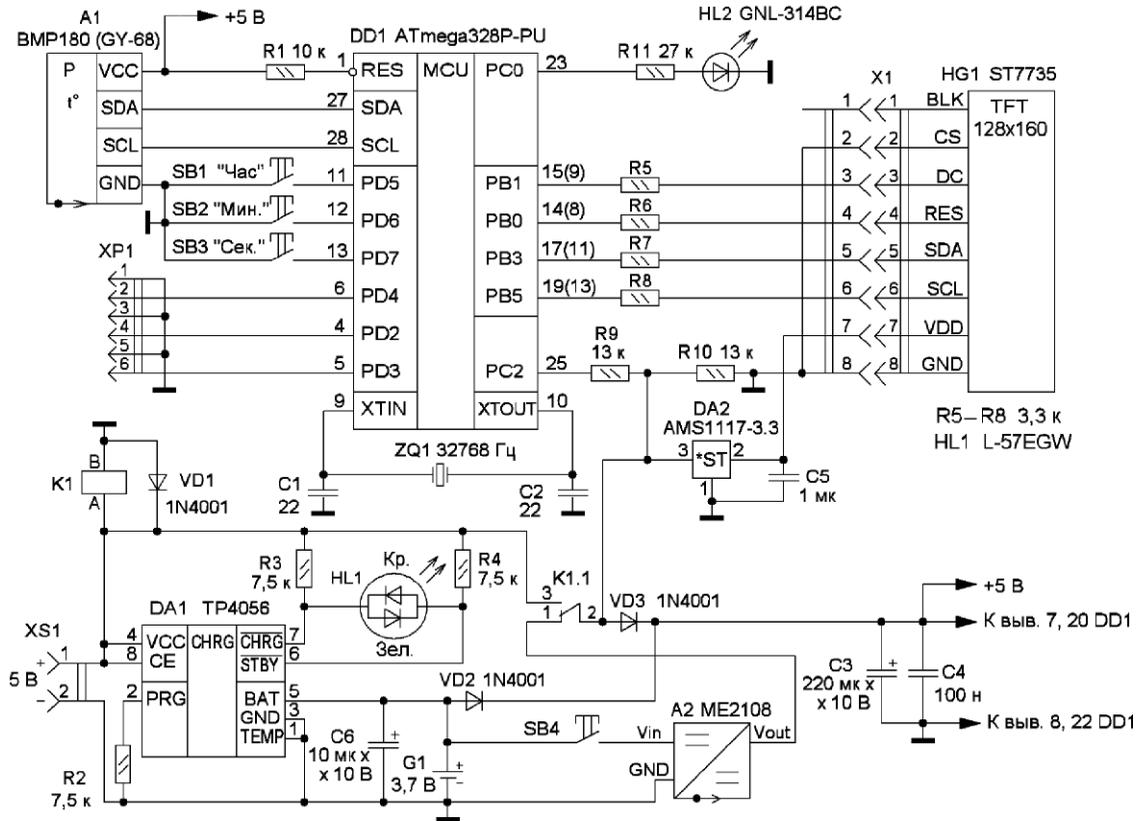

Рис. 1
Схема прибора изменилась незначительно, она показана на рис. 1. Поэтому, если уже есть готовая плата, можно использовать её с небольшими переделками. Кроме того, исправлены две ошибки. В журнальной публикации [1] на схеме вывод 1 дисплея (BLK) ошибочно заведён на общий провод. Этот вывод используется для управления яркостью дисплея, его можно никуда не подключать или подключить к выводу питания. У микросхемы TP4056 вывод 1 (датчик температуры) соединён с общим проводом. Следует отметить, что зарядное устройство нормально работает и при неподключённом выводе, однако, согласно документации на микросхему, это соединение должно быть. Вывод 2 (CS) дисплея, который раньше шёл на вывод PB2 (D10) микроконтроллера (МК), соединён с общим проводом.